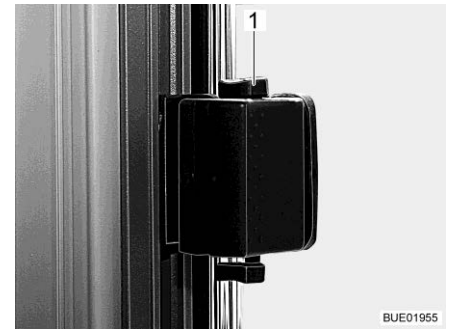

Fig. 116 Fenêtre coulissante, déverrouillée
- Pousser le verrou (Fig. 116,1) vers le haut.